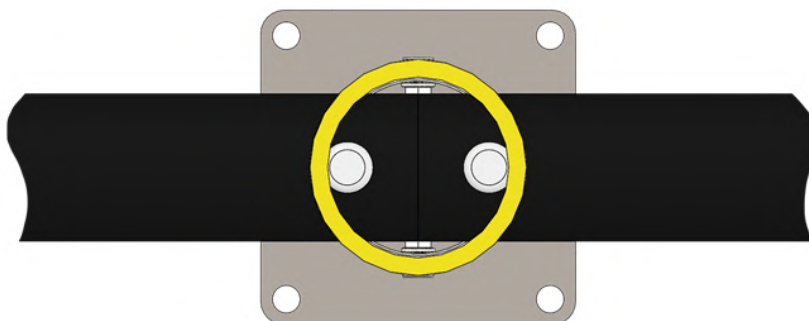

Рисунок 6. Правильное расположение двух соседних секций внутри связующего столба (вид сверху).
3. В противоположное отверстие столба вставьте трубу следующей секции. При правильном взаимном размещении элементов соседних секций внутри соединительного столба должно получиться, как на рис. 6.